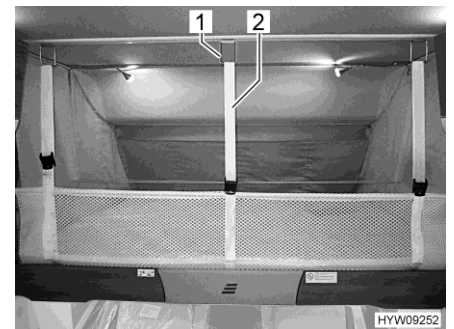

Fig. 102 Red de seguridad (cama elevada)
- Soltar los cinturones de retención (Fig. 102,2) y colocar la red de seguridad debajo del colchón.
- Enganchar los cinturones de retención (Fig. 102,2) en los ganchos (Fig. 102,1) del techo.